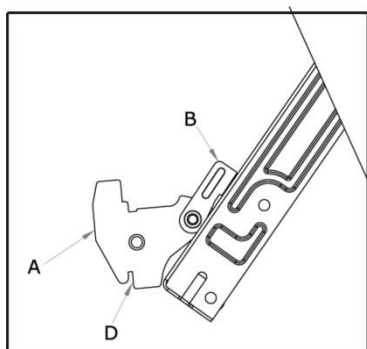

Fig.11-1
- Abra la puerta completamente y levante las 2 palancas "B" (fig.11-1);